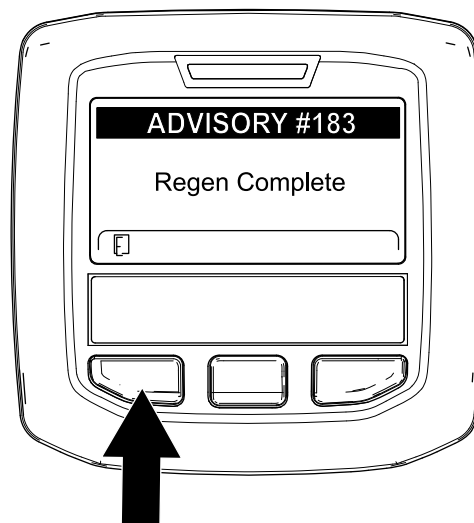

Figura 65
9. Când computerul motorului finalizează o regenerare în stare de parcare sau de recuperare, InfoCenter afiează ADVISORY #183 (recomandarea nr. 183) (Figura 65). Apăsai butonul din stânga pentru a reveni la ecranul de pornire.
**Notă:** Dacă regenerarea nu se finalizează, InfoCenter afiează Advisory #184 (recomandarea nr. 184) (Figura 65). Apăsai butonul din stânga pentru a reveni la ecranul de pornire.